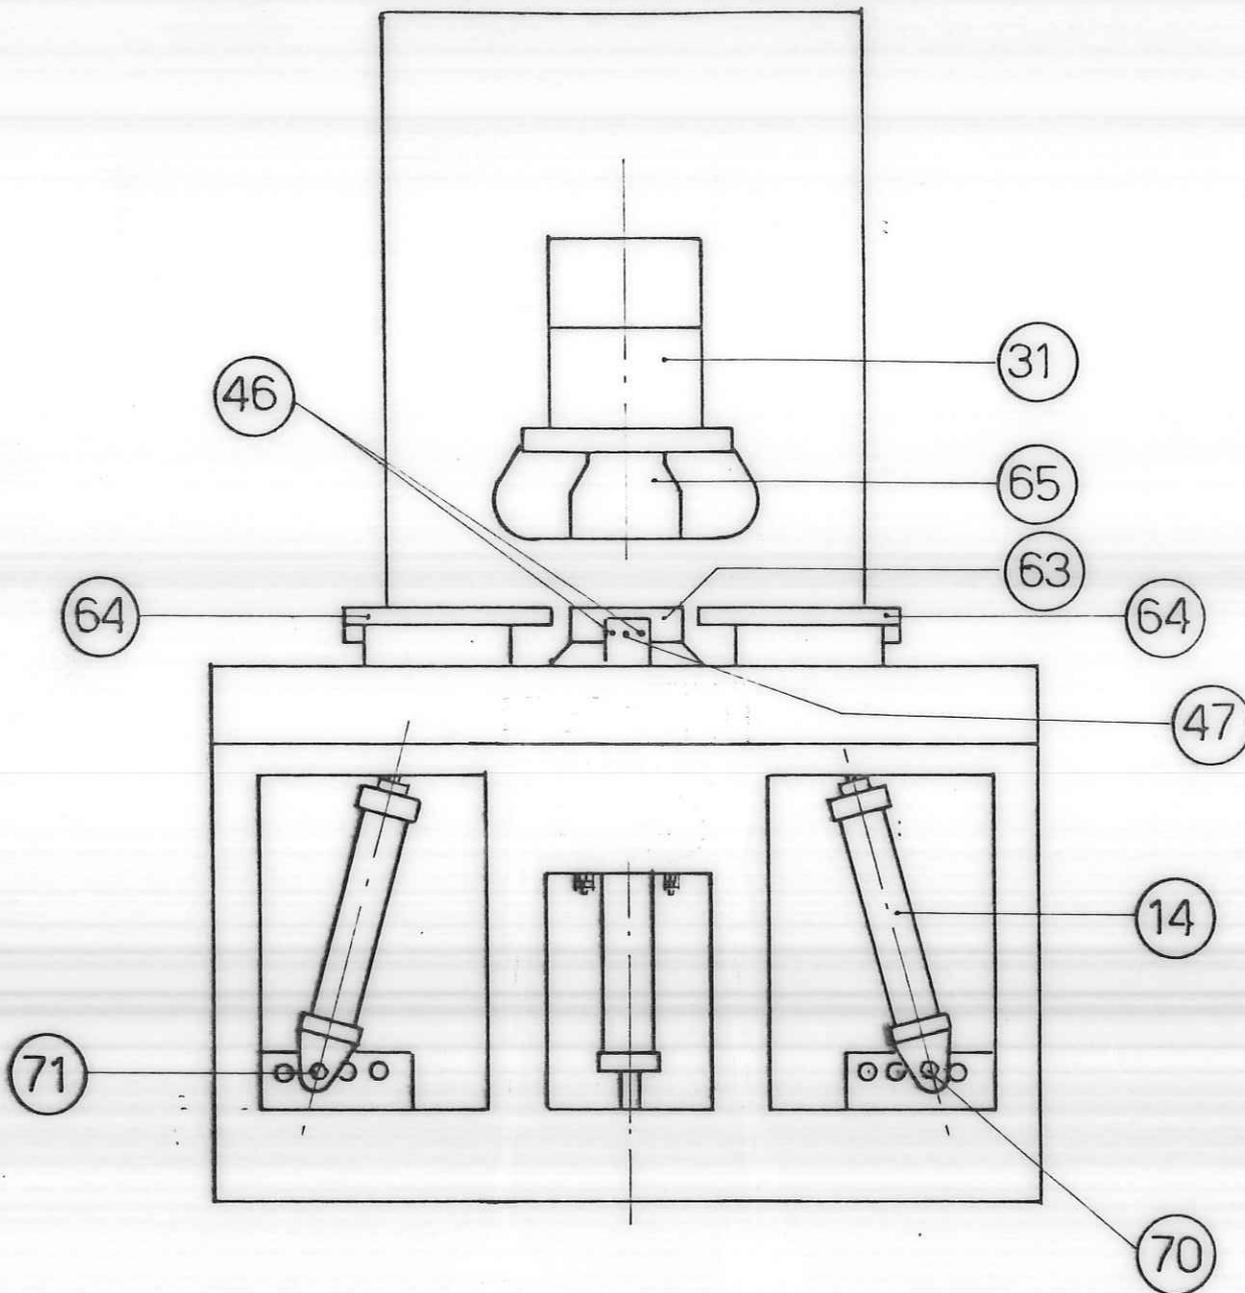

Fig.7
##### 4.2) Posizionamento dei cilindri di contropressione (Fig. 7)
4.5) Allineamento della gola del tassello centrale (Fig.7)
5. USO (Fig. 7)